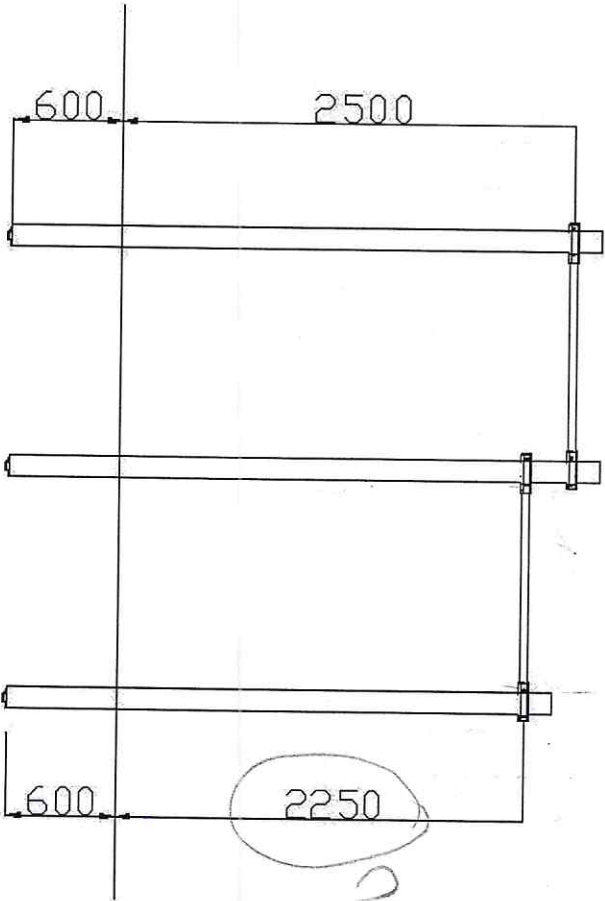
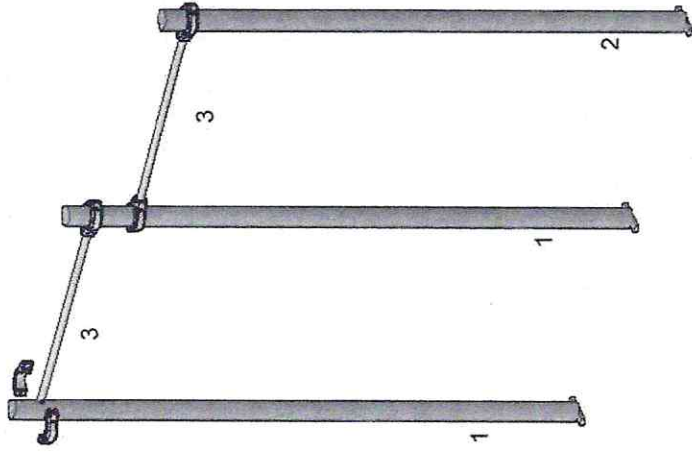

Рис.3 Схема высот
Рис.4 Схема сборки
1. Присоедините к стойкам 1 и 2 перекладины 3 согласно рис. 3 и 4, с помощью хомутов (4 шт.), винтов с внутренним шестигранником M10x55, M10x70 (по 4шт.) и гаек M10 (8 шт.). **На рис.4 показаны расстояния от верха трубы до верха хомута.**